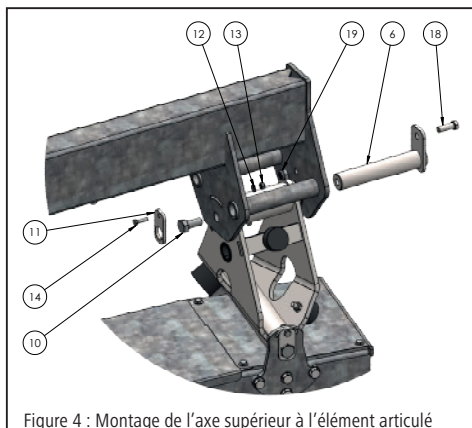
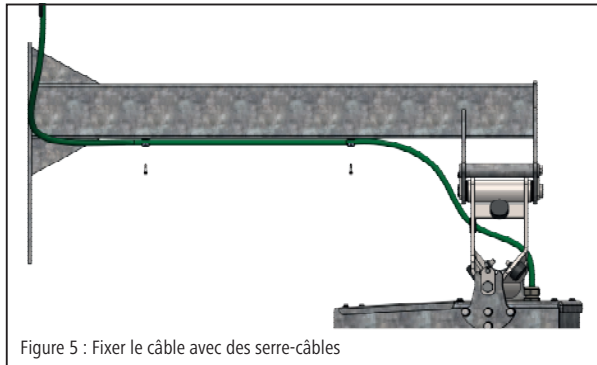

Figure 4 : Montage de l'axe supérieur à l'élément articulé
Figure 5 : Fixer le câble avec des serre-câbles
1. Retirer l'axe supérieur (Fig. 4 – Pt 6) de l'élément de fixation.
5. Glisser l'axe supérieur (Fig. 4 – Pt 6) à travers le logement dans le bras de fixation et l'élément articulé, et l'installer.
6. Fixer l'axe avec la vis de fixation M14 (Fig. 4 – Pt 10).
7. Bloquer l'axe avec une vis (Fig. 4 – Pt 18) et un écrou autobloquant (Fig. 4 – Pt 19) contre le gauchissement.
8. Se servir d'une plaque d'arrêt (Fig. 4 – Pt 11), d'une vis (Fig. 4 – Pt 11), d'une rondelle plate (Fig. 4 – Pt 12) et d'un écrou autobloquant (Fig. 4 – Pt 13) pour bloquer la vis de fixation M14 contre tout risque de détachement. Fixer le câble moteur au bras de fixation avec des serre-câbles et des vis autobloquantes (Fig. 5).